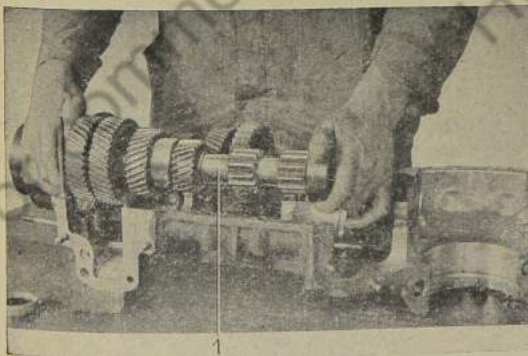

Bild 308: Vorgelegewelle-Zusammenbau aus dem Gehäuse herausheben
18. Vorgelegewelle-Zusammenbau aus dem Gehäuse herausheben (Bild 308).